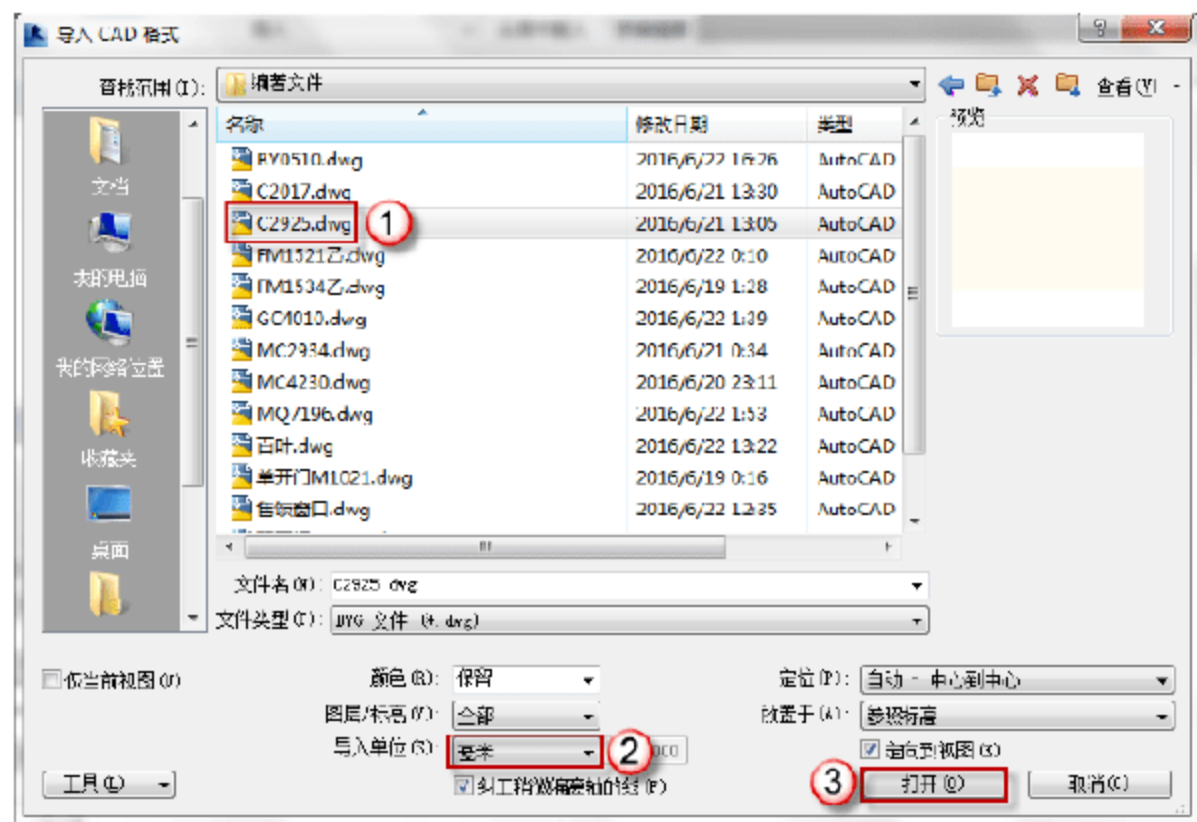
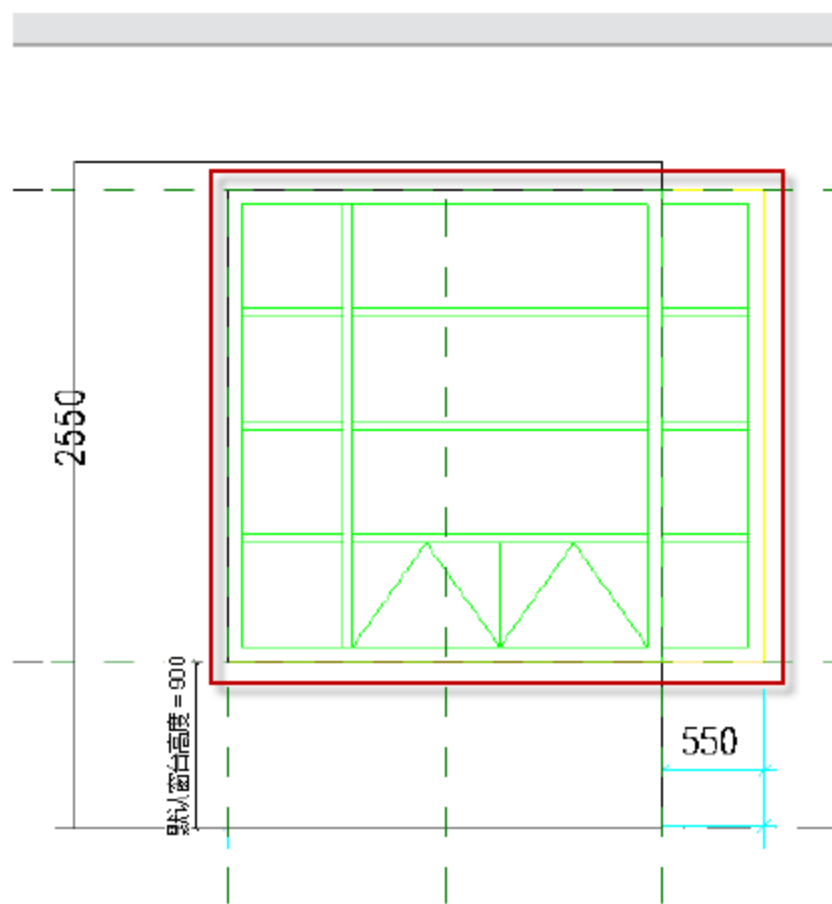

图 7.1.11 导入“C2925.dwg”文件
图 7.1.12 调整后的 C2925.dwg
(10) 导入 CAD 图形。选择“项目浏览器”中的“立面（立面1）”→“外部”命令，可以进入 C2925 的外部立面视图，选择“插入”→“导入 CAD”命令，弹出“导入 CAD 格式”对话框，选择“C2925.dwg”文件，将“导入单位”改为“毫米”，单击“打开”按钮，如图 7.1.11 所示。调整 CAD 图形，选定导入的“C2925.dwg”CAD 图形，按快捷键 M+V，将“C2925.dwg”的导入 CAD 图形移动至如图 7.1.12 所示位置。